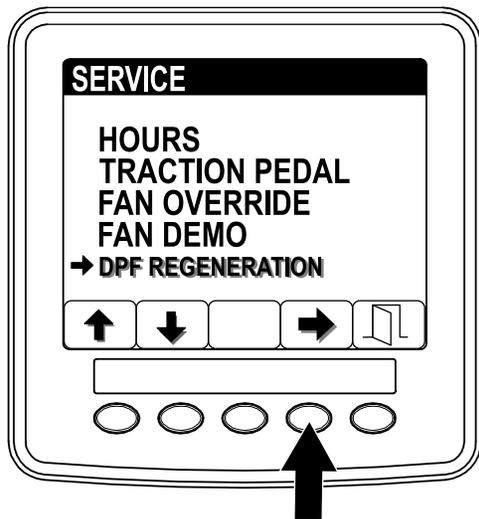

図 33
1. 整備 Serviceメニューから、ボタン 1 と 2 を使ってスクロールして DPF REGENERATIONメニューに入る 図 33。
2. ボタン 4 で DPF Regeneration再生に入る 図 33。